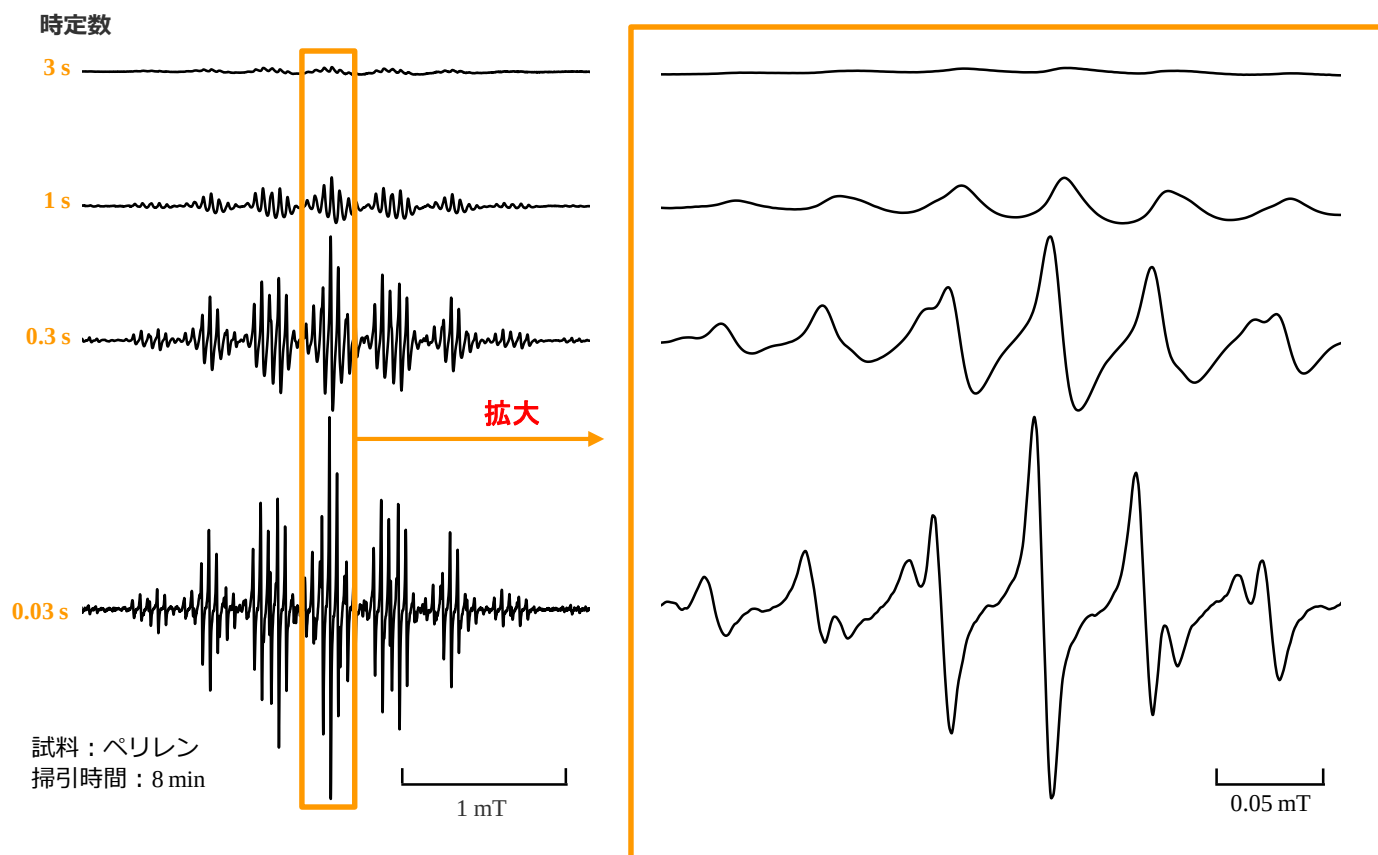

図 1. 時定数による ESR 信号の変化
掃引時間と時定数の設定はバランスが大切で、不適切な組み合わせを選択すると見かけの分解能が低下したり、感度が下がったりすることもあります。図 1 は、ペリレンの測定で掃引時間 8 min に固定した条件で時定数を変えて測定した結果を示しています。短い時定数では細かい信号まで捉えることができますが、同時にノイズの影響も強く受けます。長い時定数では、追従できなくなり、なまったような信号が検出されます。S/N 面では時定数は大きいほどよく、信号応答性では時定数は小さい方がよい結果を与えます。そのため、試料の ESR 信号に対して適切な時定数を選択する必要があります。その際、式 (1) が目安となることが知られています。実際に、ペリレンのデータにて計算すると、時定数 τ は 0.075 s となりますので、0.03 s での測定はこの条件をクリアしています。